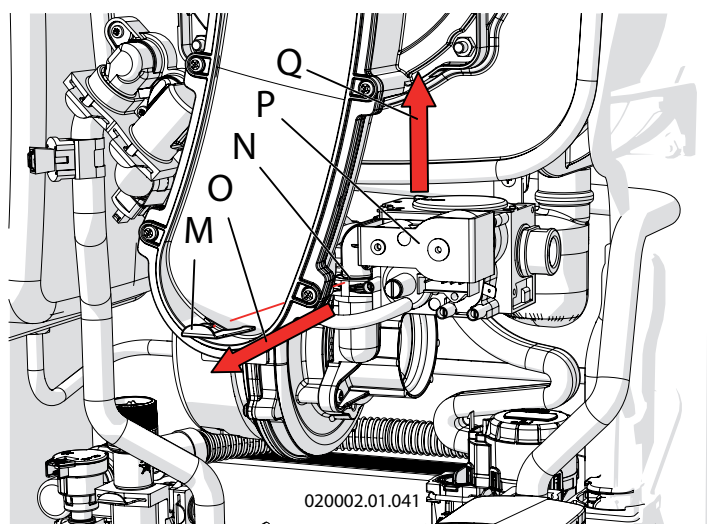

Figura 6-3 - Smontaggio valvola gas
- 16 - Rimuovere la molla di serraggio "M" dalla sede "N" liberando la valvola "P" (Vedi Figura 6-3, particolare "M")
- 19 - Rimontare la valvola del gas (vedi Figura 6-3, particolare "P"), avendo cura di riposizionare la molla "M".